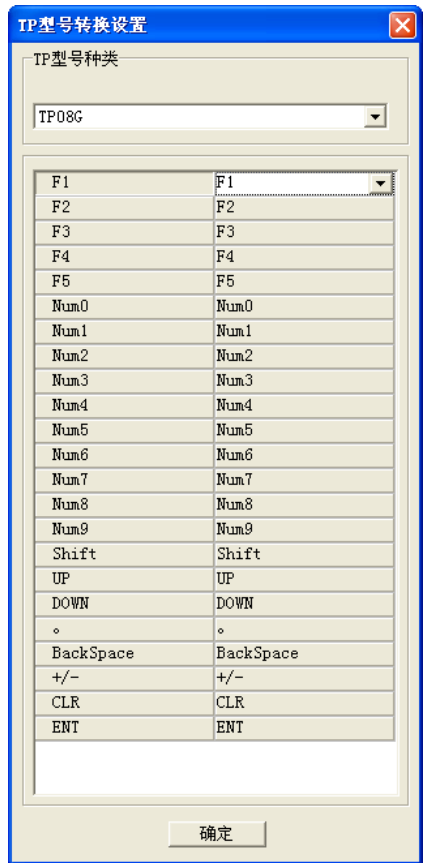

图 3-16 TP 型号转换设置
可设置将 TP 机种型号由小到大转换，对应之功能键可依序设置。**注意**：无法由大尺寸型号变更小尺寸型号。单击 **工具 (I) > TP 型号转换设置 (P)**，如图 3-16。